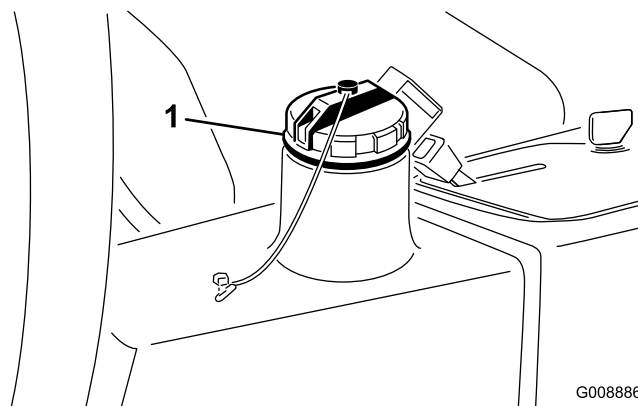

図 74
4. タンク（図 74）に油圧オイルを入れる。容量は約 13.2 リットル；油圧系統を点検する」を参照。